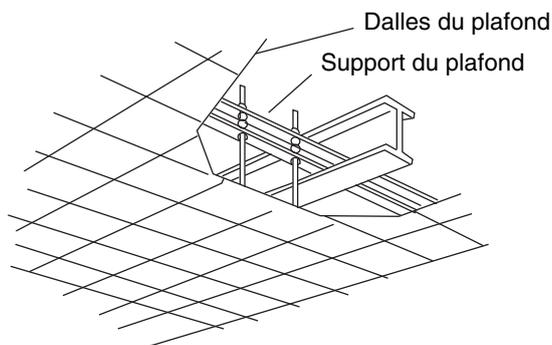

Fig. 3-100
- Utilisez les supports pour plafond ou fabriquez un support adéquat en procédant de la manière illustrée à la figure 3-100.